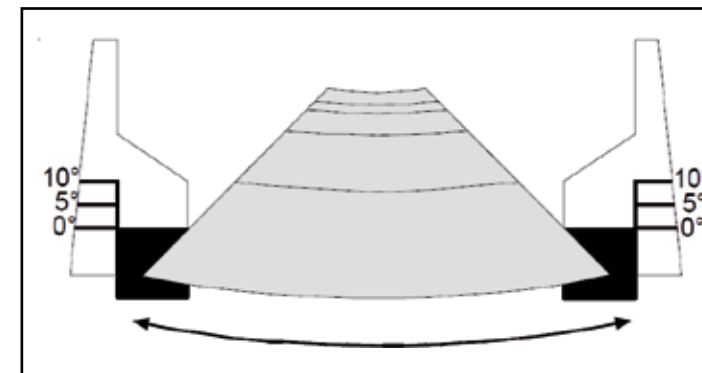

Рис. 2.5. Регулировка горизонтального угла (зона покрытия) (1 щелчок = 1°)
4. Внимательно выполните пошаговый тест установки, чтобы обеспечить надлежащую зону покрытия. Регулировка горизонтального угла представлена на рис. 2.5.